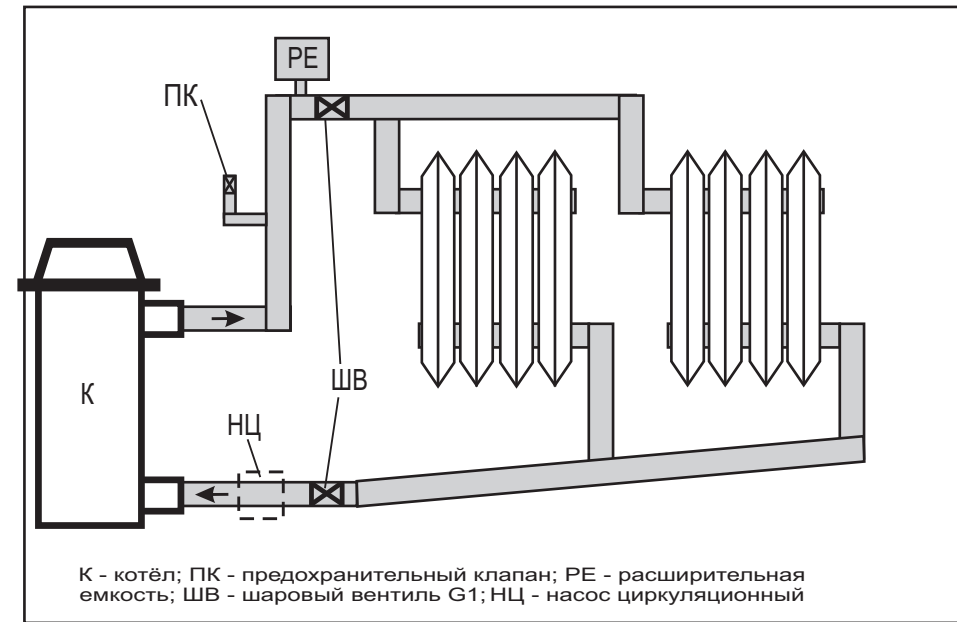

Рисунок 2 - Примерная схема системы отопления
5.9 *Внимание!* При эксплуатации прибора запрещается полностью или частично перекрывать шаровые вентили на входе и выходе из котла (см. рисунок 2).